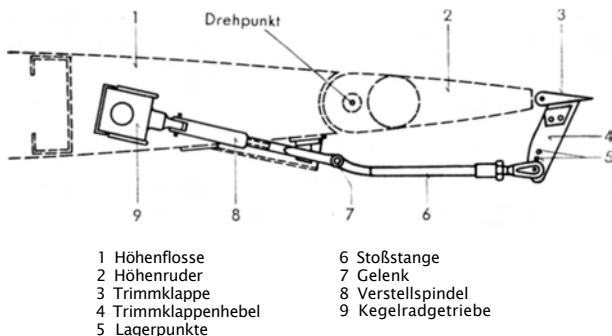

Abb. 23 Trimmklappen- und Hilfsruderverstellung
Die Einstellung der Trimmklappen und Hilfsruder (Abb. 23) erfolgt an den verstellbaren Stoßstangen (6), die zu den Klappenhebeln (4) führen. Die Größe der Klappenausschläge kann durch drei bzw. vier verschiedene Lagerpunkte (5) an den Klappenhebeln (4), in der die Stoßstangen gelagert sind, entsprechend verändert werden (siehe auch Einstellplan Abb. 31).